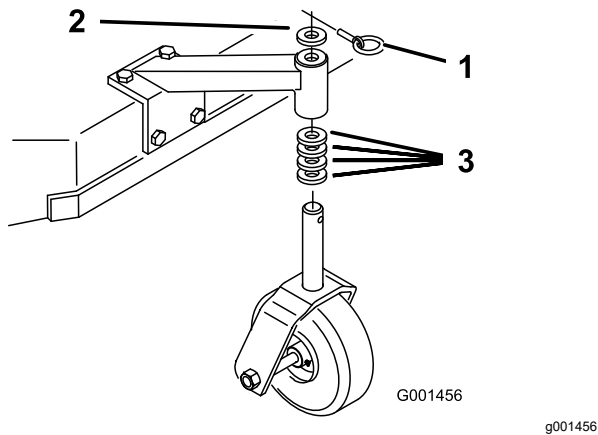

Figura 5
1. Usando la Tabla de alturas de corte \(página 8\), ajuste los espaciadores de las ruedas giratorias según el orificio de eje seleccionado (Figura 5).
2. Retire el pasador, retire la rueda giratoria del soporte y cambie los espaciadores (Figura 5).
3. Instale la rueda giratoria en el soporte e introduzca el pasador (Figura 5).